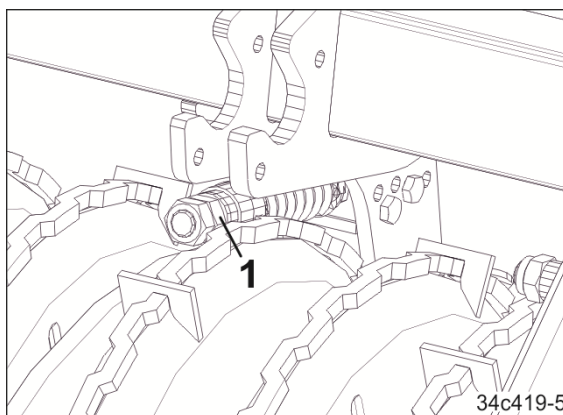

Fig. 97
2. Die Skt.-Mutter (Fig. 97/1) am Federpaket soweit verdrehen, bis die Messerenden wieder mit den Walzenrändern abschließen. Die Skt.-Mutter kontern.